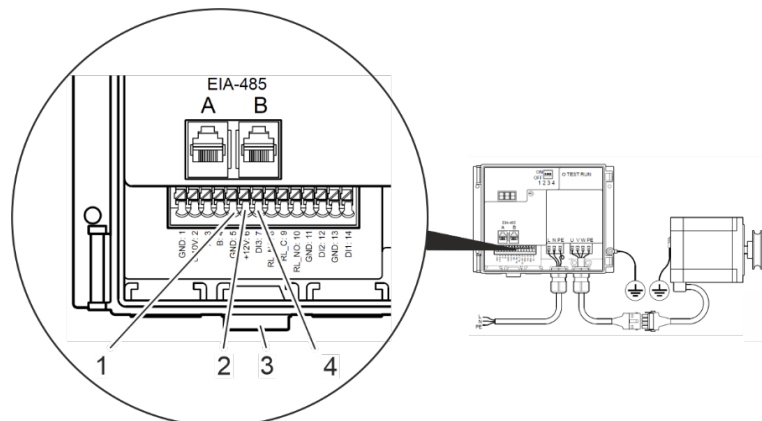
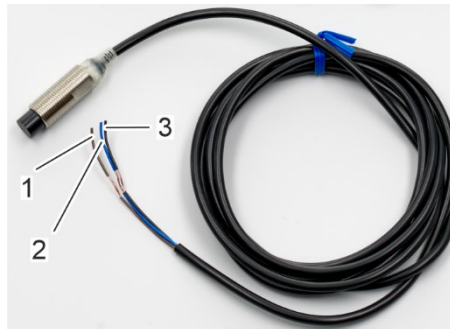

Abbildung 102: Terminals Taktsensor
Abbildung 103: Taktsensor Kabel
21. Führen Sie das Kabel des Taktgebers (Abbildung 103/1-3) durch die Kabeldurchführung (Abbildung 102/3) in den Rotorreinigerantrieb ein.
22. Schließen Sie das blaue Kabel (Abbildung 103/2) an Terminal 5 (Abbildung 102/1, GND) an.
Schließen Sie das braune Kabel (Abbildung 103/2) an Terminal 6 (Abbildung 102/2, +12V) an.
Schließen Sie das schwarze Kabel (Abbildung 103/3) an Terminal 7 (Abbildung 102/4, DI3) an.